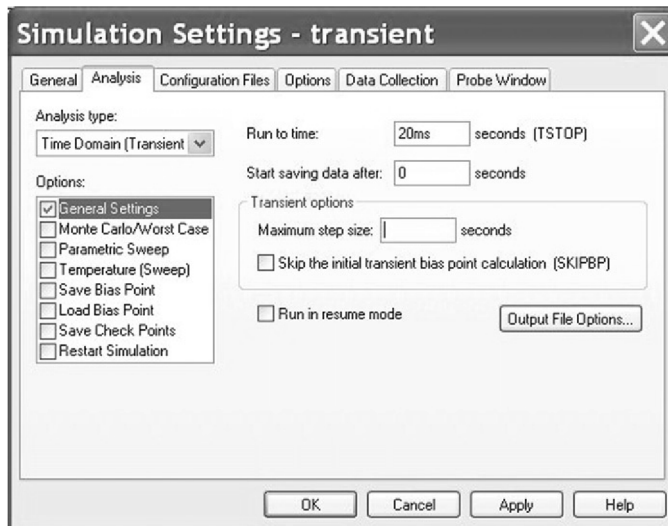

图 6.22 仿真设置
7. 选择菜单 **PSpice > New Simulation Profile** 创建 PSpice 仿真设置文件，命名为 **transient**。如图 6.22 所示，在分析类型下拉菜单中选择 **Time Domain (Transient)** 时域分析，运行时间为 20ms。单击 Apply 按钮对仿真设置进行确认，但是不要退出设置窗口。